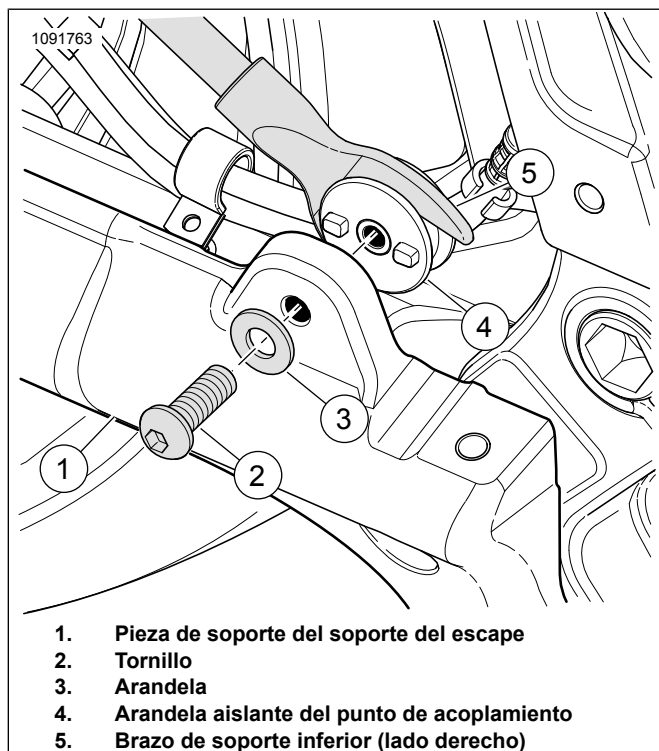

Figura 3. Montaje de acoplamiento (lado derecho)
1. Ver Figura 3 . Instala la arandela aislante del punto de acoplamiento del lado derecho.
- a. Une los nudos de la arandela aislante del punto de acoplamiento (4) en la pieza de soporte del soporte del escape (1).
- b. Instala la arandela (2) en el tornillo (3).